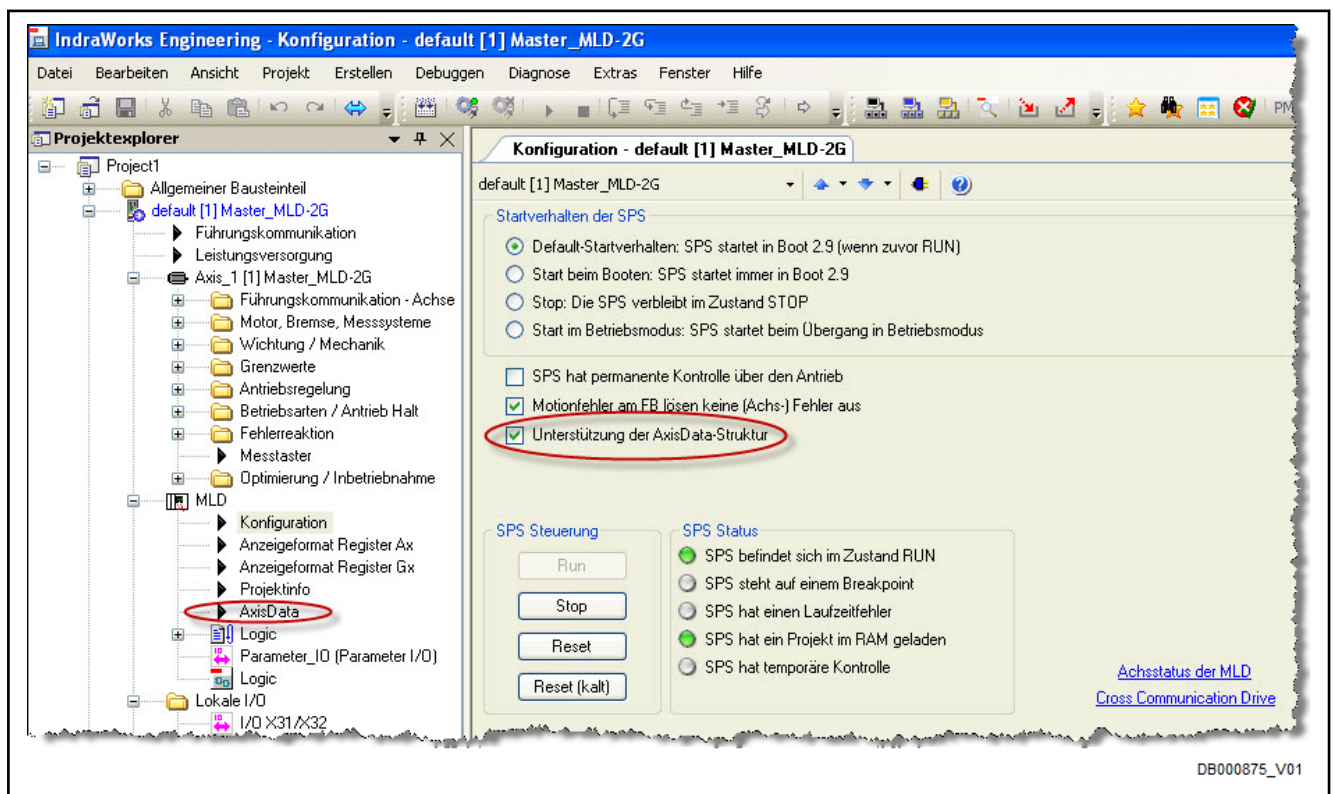

Abb.6-13: Zugriff auf lokale und entfernte Achsen mittels der Datenstruktur "AxisData"
- Die Bearbeitung der "AxisData" ist optional und muss daher aktiviert werden (P-0-1367, Bit 6="1"; siehe auch Abb. 6-13 "Zugriff auf lokale und entfernte Achsen mittels der Datenstruktur AxisData" auf Seite 51).